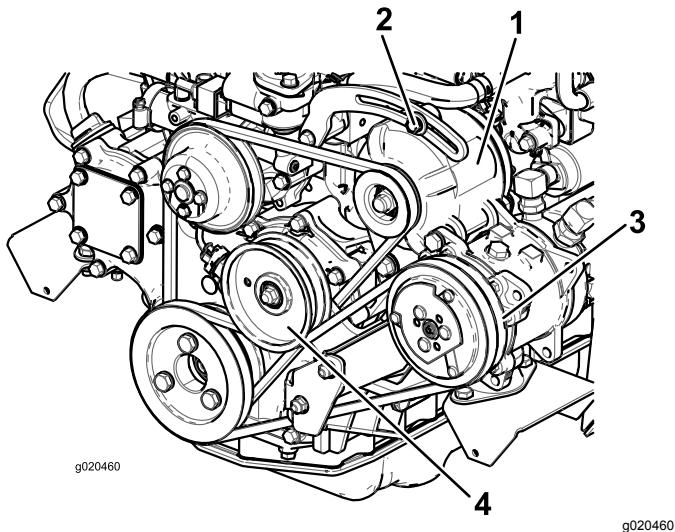

Figura 96
Controllate lo stato e la tensione della cinghia (Figura 96) ogni 100 ore di servizio.
2. Se l'inflessione non è di 10 mm, allentate i bulloni di fissaggio dell'alternatore (Figura 96). Aumentate o riducete la tensione della cinghia dell'alternatore e serrate i bulloni. Controllate di nuovo l'inflessione della cinghia per accettare che sia esatta.
2. Se la flessione non è di 10 mm, allentate il bullone di fissaggio della puleggia tendicinghia (Figura 96). Aumentate o riducete la tensione della cinghia del compressore e serrate il bullone. Controllate di nuovo la flessione della cinghia per accettare che la tensione sia esatta.